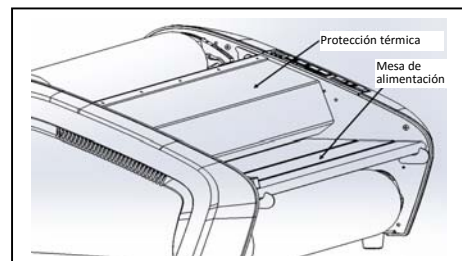

Figura 4
- PROTECCIÓN TÉRMICA:** (figura 4) impide el contacto accidental con los rodillos térmicos. Se debe disminuir la PROTECCIÓN TÉRMICA para que la función EJECUTAR funcione.
- MESA DE ALIMENTACIÓN:** (figura 4) la tabla de alimentación se utiliza para ubicar los artículos para laminar. La mesa de alimentación debe estar instalada con los pestillos para que la laminadora funcione.